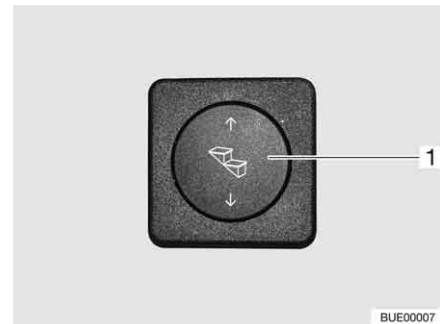

Bild 6 Bedientaster Eintrittstufe
- Wipptaster (Bild 6,1) unten drücken und gedrückt halten (mindestens 3 Sekunden), bis die Eintrittstufe vollständig ausgefahren ist.
- Wipptaster (Bild 6,1) oben drücken, bis die Eintrittstufe vollständig eingefahren ist.